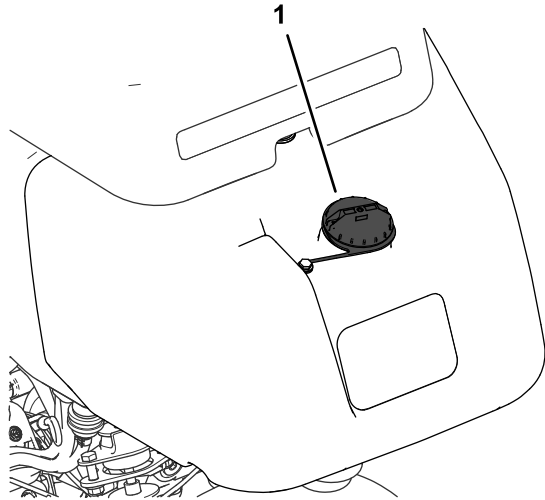

Figura 27
1. Limpe a zona em redor da tampa do depósito de combustível e retire-a (Figura 27).